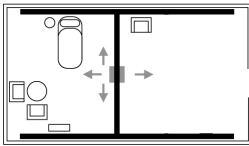

Afbeelding 1–5: De trolley in de lifteenheid vastzetten.
- Bevestig de houder voor het oplaadstation aan wand/vrijstaand railsysteem, Afbeelding 1. De aanbevolen hoogte is 110–120 cm vanaf de vloer.
- 1) Stel de oplaadpunten in voor opladen via de rail, de oplaadplaat is hierbij niet vastgezet met veerstiften, zie Afbeelding 1. Om de oplaadpunten in te stellen voor opladen via de rail, verwijdert u de veerstiften waarmee de oplaadplaat vastgezet is. Vervolgens wordt de DIP-schakelaar op de printplaat ingesteld op de gewenste oplaadfunctie.
- 1) Controleer of de oplaadpunten zijn ingesteld voor het oplaadstation, de oplaadplaat is hierbij vastgezet met veerstiften, zie Afbeelding 1.
De uitgang voor de handbediening zit onder op de lifteenheid, Afbeelding 1. Druk de stekker stevig vast.
Inschakelen van de noodstop: Trek stevig aan het rode noodkoord en laat het los, zie Afbeelding 1.
Als de handbediening niet werkt, kan de elektrische nooddaalfunctie worden geactiveerd door het noodkoord omlaag te blijven trekken, zie Afbeelding 1. Breng de patiënt op een veilige locatie omlaag naar een veilige hoogte.